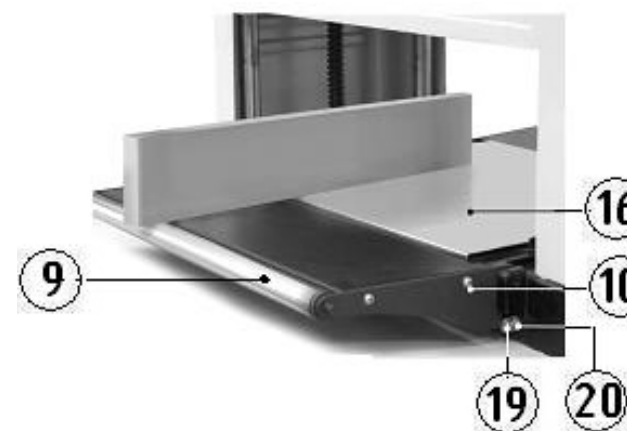

Рис.9
12.1. Юстировка роликов удлинителя стола (Рис.9)